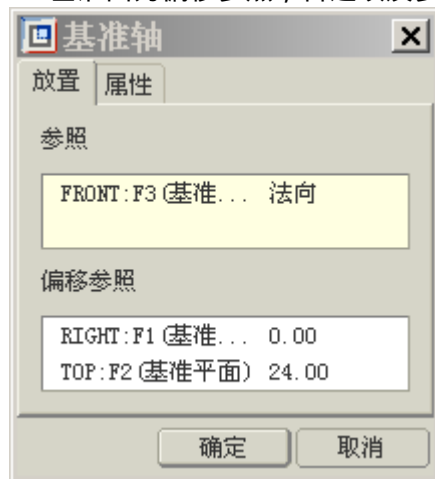

图 42-12
- (1) 单击 , 打开【基准轴】对话框。
- (2) 选择 FRONT 基准面为参照, 选择“法向”选项, 以建立垂直于 FRONT 基准平面的基准轴, 选择 RIGHT、TOP 基准面为偏移参照, 各选项及参数设置如图 42-12 所示。